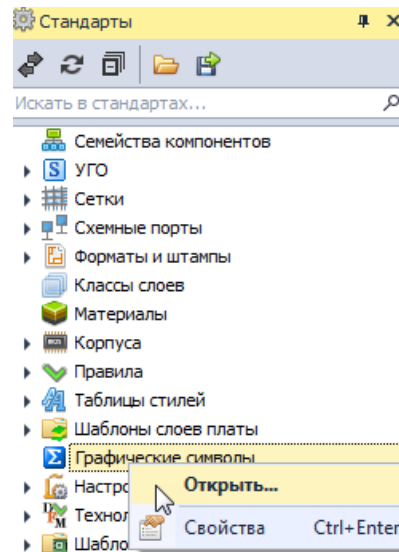

Рис. 117 Вызов редактора графических символов
2. Вызовите с узла контекстное меню и выберите пункт «Открыть...», либо дважды кликните по узлу, Рис. 117.